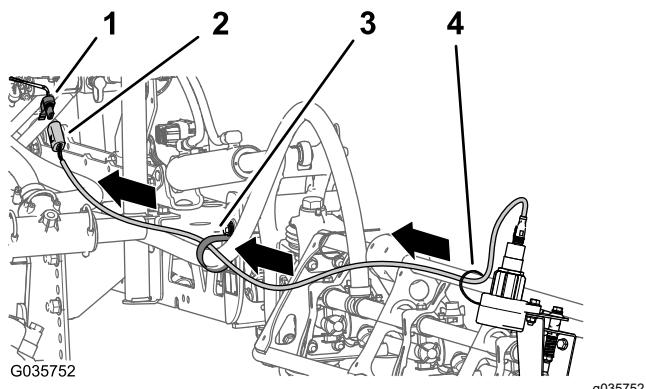

Figura 23
exterior, a través de la abrazadera del soporte y hasta el conector hembra de 4 vías del arnés de cables desde el kit de acabado del brazo Ultra Sonic Boom, hacia el distribuidor del cilindro de elevación (**Figura 23**).
3. Conecte los conectores de 4 patillas de los arneses de cables de sensor izquierdo y derecho al conector hembra de 4 vías del arnés de cables del kit de acabado de brazo Ultra Sonic Boom (**Figura 23**) etiquetado SENSOR SÓNICO IZQUIERDO y SENSOR SÓNICO DERECHO.
5. Conecte el cable del sensor al brazo con bridas (Figura 23).